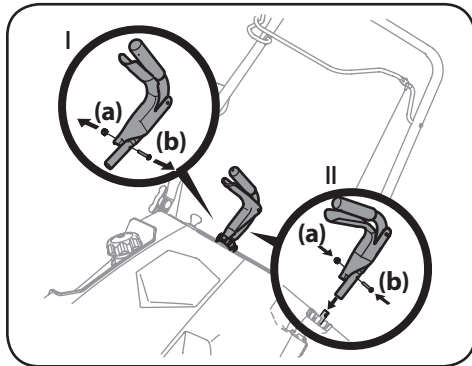

Figura 2-10
1. Retire la tuerca de seguridad hexagonal (a) y el tornillo de la máquina (b) del conjunto del control de rotación del canal. Consulte el Recuadro I de la Figura 2-10.
2. Coloque el conjunto del control de rotación del canal sobre la varilla de rotación del canal, alinee los orificios y asegure con la tuerca de seguridad hexagonal (a) y el tornillo de la máquina (b) que extrajo previamente en el Paso 1. Consulte el Recuadro II de la Figura 2-10.